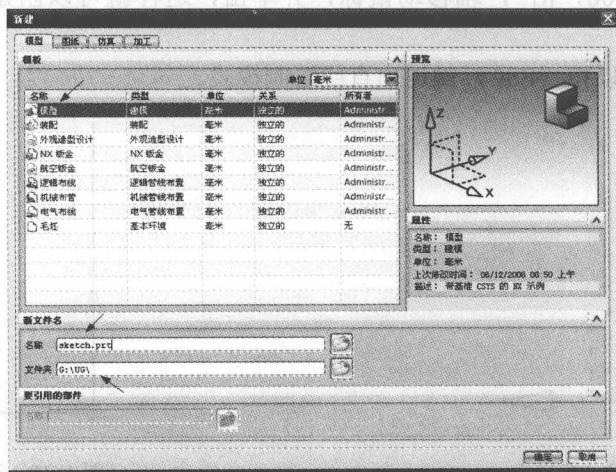

图 1-6 设置参数
(1) 进入 UG。
(2) 单击工具栏中的“新建”按钮.
(3) 设置如图 1-6 所示的参数。